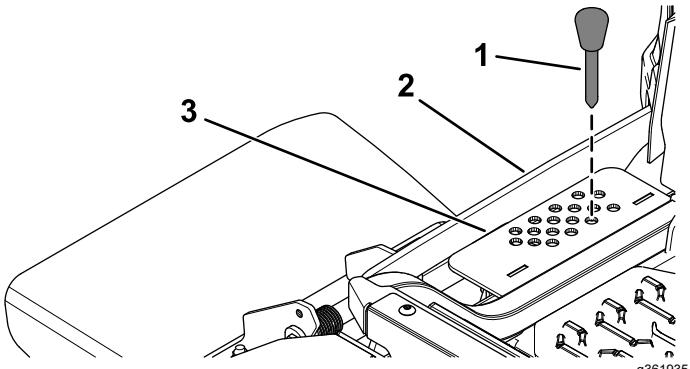

Figura 31
2. Seleccione el taladro del soporte de altura de corte que corresponde a la altura de corte deseada, e inserte el pasador (Figura 31).
3. Presione el interruptor de elevación de la carcasa hasta que el acoplamiento de la altura de corte entre en contacto ligeramente con el pasador de selección de la altura de corte (Figura 31).